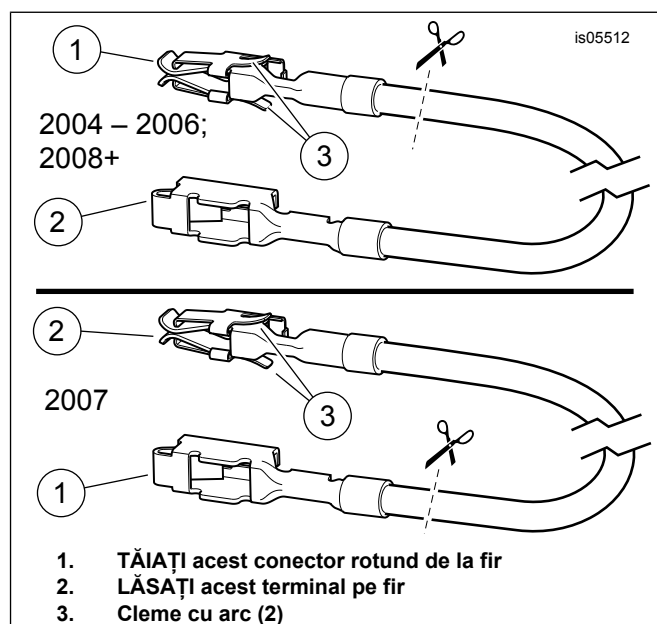

Figura 13. Cablu adaptor bloc de siguranțe (FL Touring)
2. Obțineți din kit firul portocaliu/alb al adaptorului blocului de siguranțe (9). **Pentru modelele 2004 – 2006:** observați conectorul rotund de la fiecare capăt (consultați Figura 13, vedere de sus). Numai conectorul rotund **FĂRĂ** cleme cu arc se va potrivi în cavitatea siguranței. Tăiați cu grijă conectorul rotund **CU** cleme cu arc de la fir și aruncați-l. **Pentru modelele 2007:** observați conectorul rotund de la fiecare capăt (consultați Figura 13, vizualizare inferioară). Numai conectorul rotund **CU** cleme cu arc se va potrivi în cavitatea siguranței. Tăiați cu grijă conectorul rotund **FĂRĂ** cleme cu arc de la fir și aruncați-l.